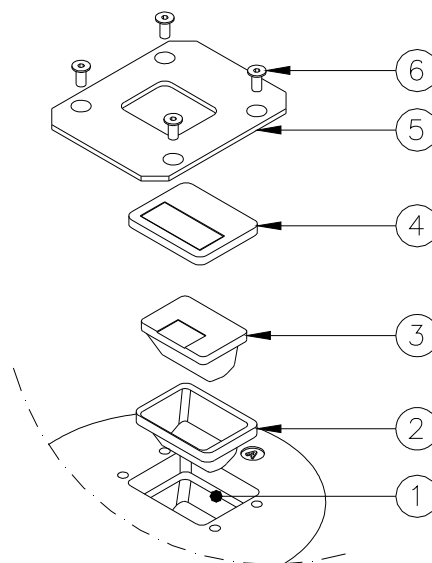

Figura 21 - Sustitución del Prisma
- retire la placa de montaje el soporte del filtro (Figura 21 – n°4-5)
- retire el viejo prisma y la junta (Figura 21 – n°3-2)
- Coloque una nueva junta (Figura 21 – n°2) en la cavidad del prisma sobre la cúpula (Figura 21 – n°1)
- coloque y presione con la mano el prisma (Figura 21 – n°3) en el asiento correspondiente
- ponga el soporte del filtro en la placa de montaje (Figura 21 – n°4-5) y apriételo con los tornillos correspondientes TORX M5x12 (Figura 21 – n°6), el par de apriete es 2,5 Nm